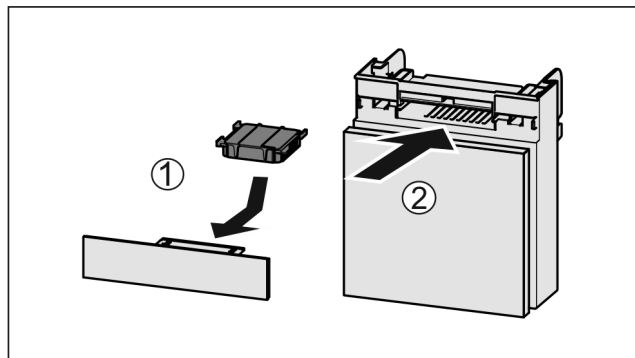

Fig. 133
- Vendosni filtrin me karbon aktiv siç tregohet në figurë Fig. 133 (1).
- Futni kutinë në vend Fig. 133 (2).